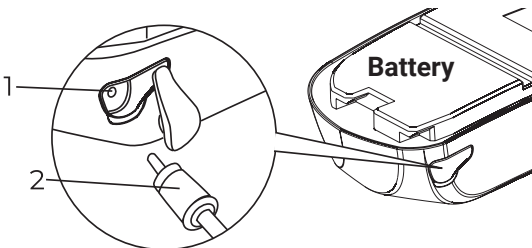

Fig. 7b
- Verwijder het batterijpakket uit het versluchtsysteem. Sluit de oplader(2) aan op de batterij(1) (zie fig. 7b).